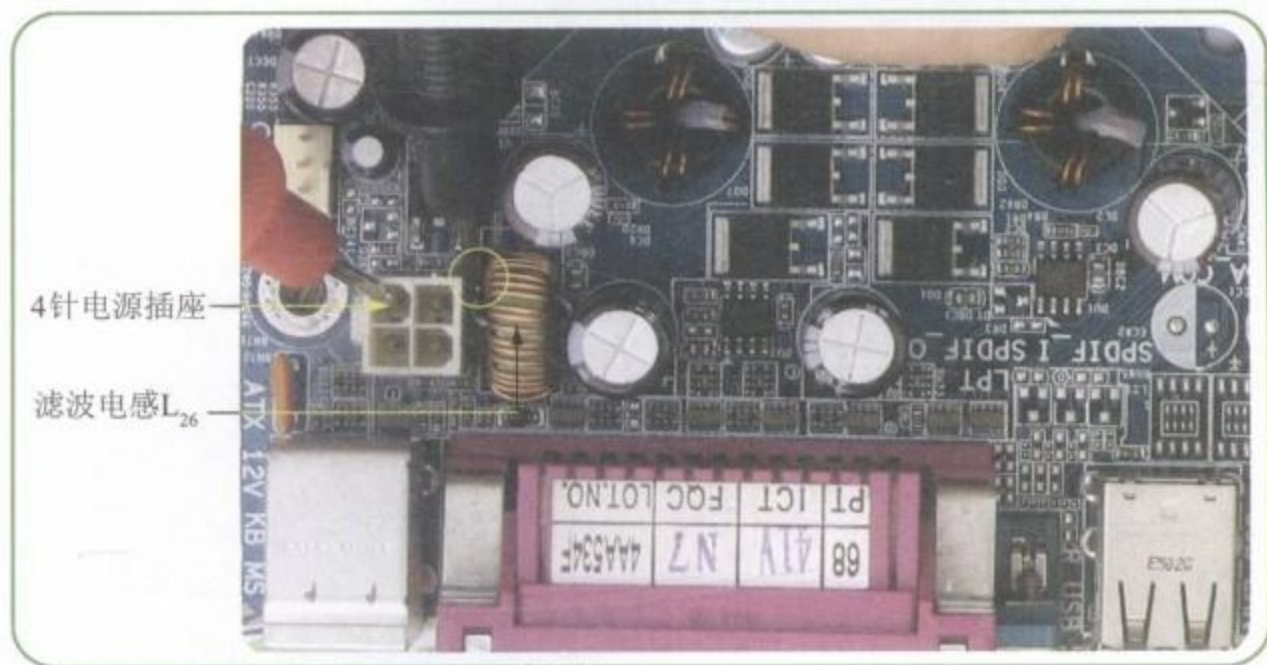

图8-49 测量电源插座到滤波电感的线路
Step 01 将万用表调到“蜂鸣”挡，测量4针电源插座的12V供电针脚连接的滤波电感L₂₆的线路，如图8-49所示。